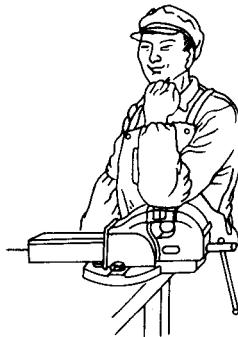

图 0-2 台虎钳的合适高度
(2) 钳台 钳台也称钳桌, 用来安装台虎钳、放置工具和工件等。钳台用木料或钢材制成, 其高度约为 800~900mm, 使装上台虎钳后, 能取得操作者工作的合适高度, 一般以钳口高度恰好齐人手肘为宜, 见图 0-2。长度和宽度可随工作和场地需要而定。钳台一般有几个抽屉, 用来放置工具。